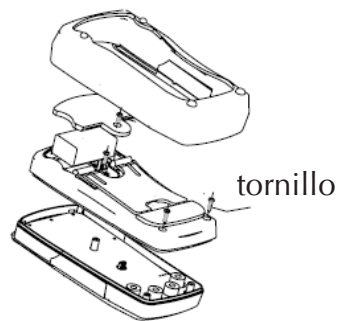

figura 9
K. SUSTITUCION DEL FUSIBLE (VEA FIGURA 9)